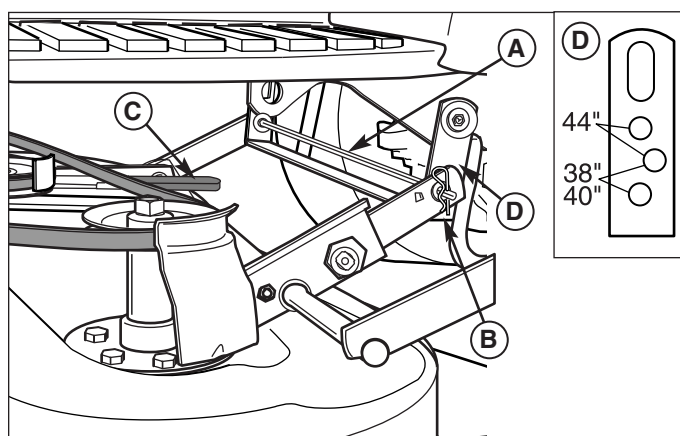
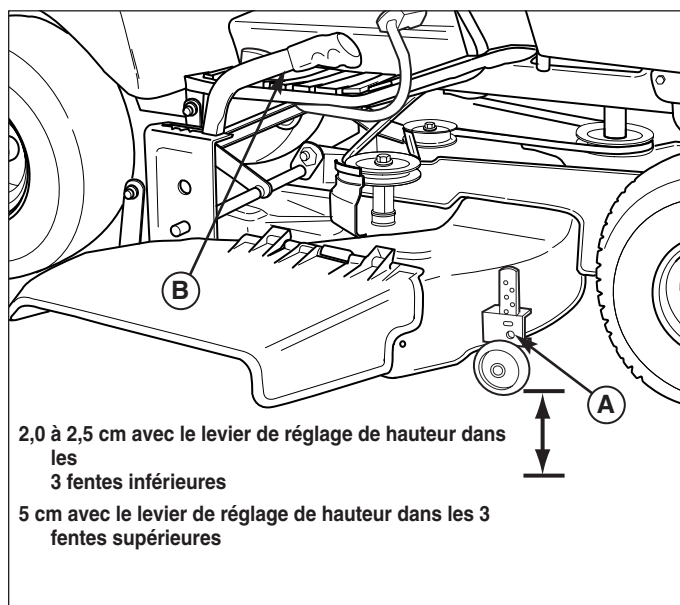

Figure 5. Tondeuse - côté gauche
Figure 6. Réglage des roulettes guides de la tondeuse
3. Actionner le levier (C, figure 6) pour détendre la courroie, puis dégager cette dernière de la poulie de PDF.
4. Retirer la goupille (A, figure 5) du côté droit de la tige. Retirer la tige (A, figure 6) du côté gauche.
2. Retirer l'axe et la goupille (B, figure 6) de chaque roulette guide de l'avant de la tondeuse.
3. Régler les roulettes guides de façon à obtenir la garde au sol voulue, comme illustré à la figure 6. Remettre l'axe et la goupille en place sur chaque roulette.